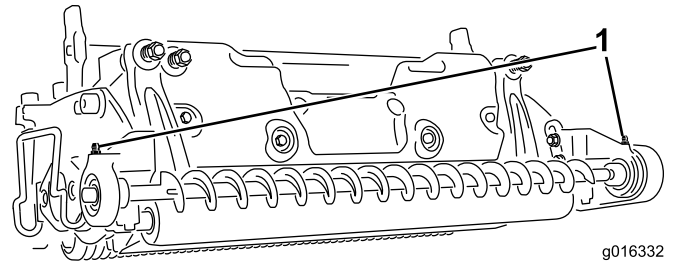

Bild 13
16. Schmieren Sie die Schmiernippel des Lagergehäuses mit Nr. 2 Schmiermittel auf Lithiumbasis ein, siehe Bild 13.